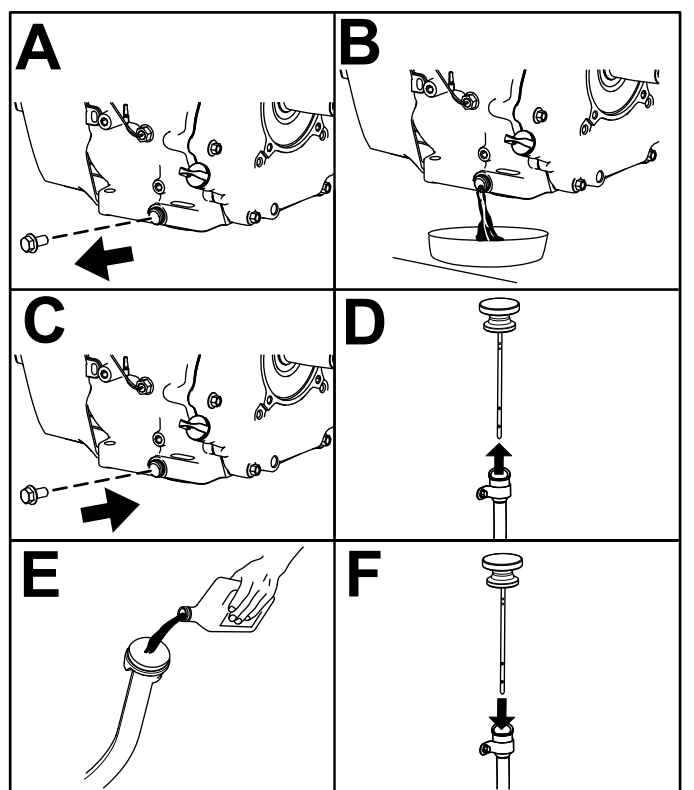

Figure 41
6. Vidangez l'huile moteur comme montré à la Figure 41.